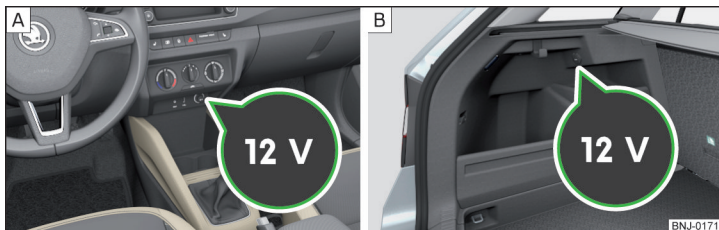

Fig. 95 Capacul prizei de 12 V: în partea centrală a planșei de bord/în portbagaj
- Pentru **utilizare**, scoateți capacul prizei » fig. 95 - [A], respectiv deschideți capacul prizei » fig. 95 - [B].